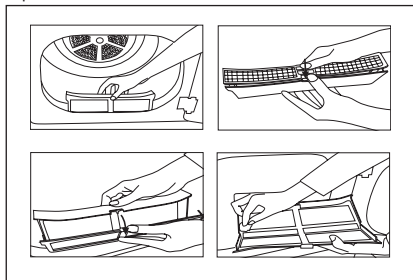

Figura 1
- 2.a) Se o filtro da tampa do produto puder ser aberto conforme mostrado na figura 1, remova o filtro puxando-o para cima e abra-o.